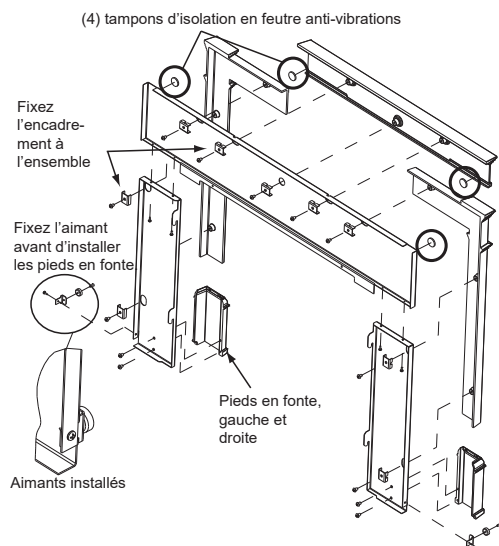

Figure 24.1
1. Placez les tampons d'isolation antivibratile en feutre à bande adhésive pelée et collée sur la face avant de chaque côté de la pièce en métal supérieure et sur la face arrière de chaque côté de la pièce supérieure en fonte (**Figure 24.1**).
- a. Placez les pièces de garniture en fonte correspondantes (2 faces latérales décoratives en fonte et 1 en-tête décoratif en fonte) sous l'ensemble d'encadrement, également face vers le bas. Alignez les trous dans les pièces en métal avec les 5 bossages sur la pièce supérieure en fonte et 2 bossages sur chaque pièce latérale (**Figure. 24.1**).
- b. Rattacher les aimants aux supports à aimants avec une vis autotaraudeuse pour chacun. Reliez l'aimant et le support aux faces latérales d'encadrement en métal avec la face de l'aimant orientée vers l'avant (**Figure. 24.1**).